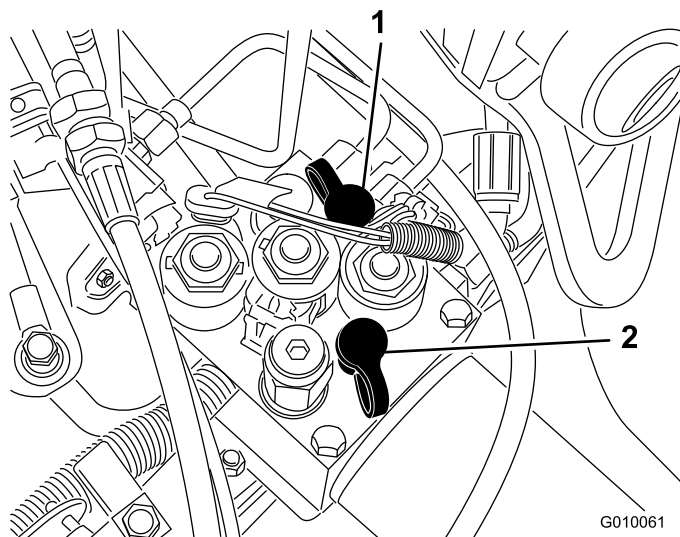

Bild 61
- Mit der Teststelle G 2 (Bild 61) wird der Traktionsladeschaltkreis geprüft.
- Mit der Teststelle G 1 (Bild 61) wird der Hubschaltkreisdruck geprüft.